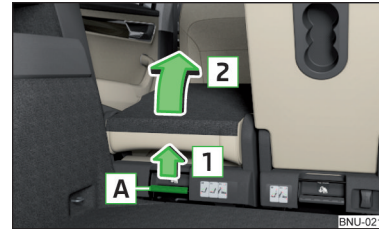

Abb. 83
- › Den Hebel **A** » Abb. 83 in Pfeilrichtung **1** ziehen und den Sitz in Pfeilrichtung **2** hochklappen.